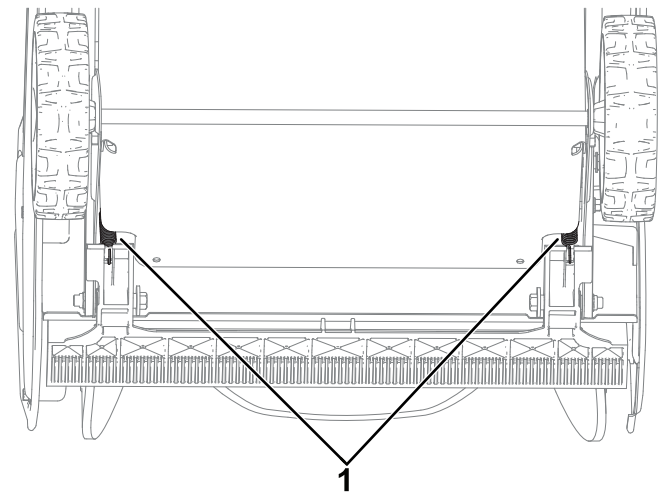

Figura 1
6. Instale los 2 muelles en el rascador (Figura 1).